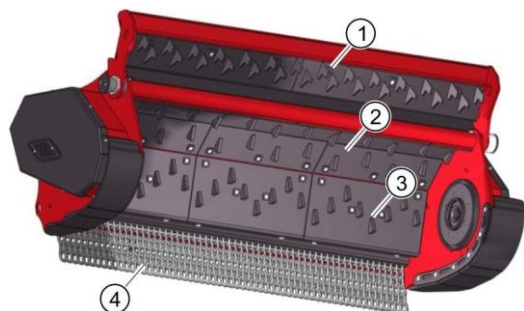

Рис. 17. Внутреннее пространство корпуса без ротора
Внутреннее пространство мульчирующей фрезы обшито стальными пластинами (2) и (3) (Рис. 17). Многоступенчатые противорежущие пластины на этих изнашивающихся пластинах улучшают измельчение мульчи и снижают расход энергии. По желанию изнашивающиеся пластины (1) заслонки системы дополнительного измельчения оборудуются противорежущими пластинами.